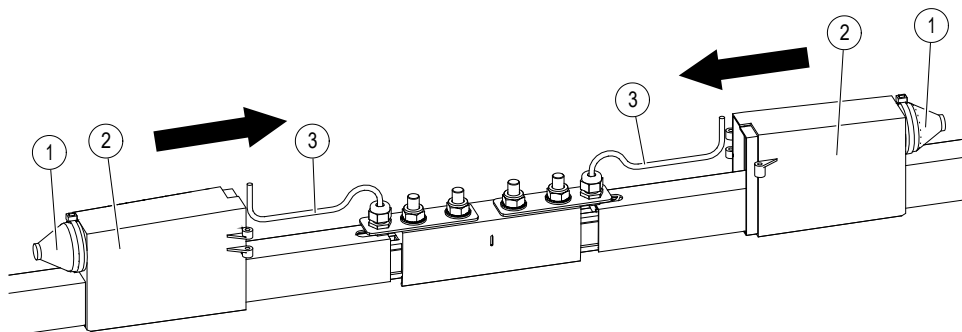
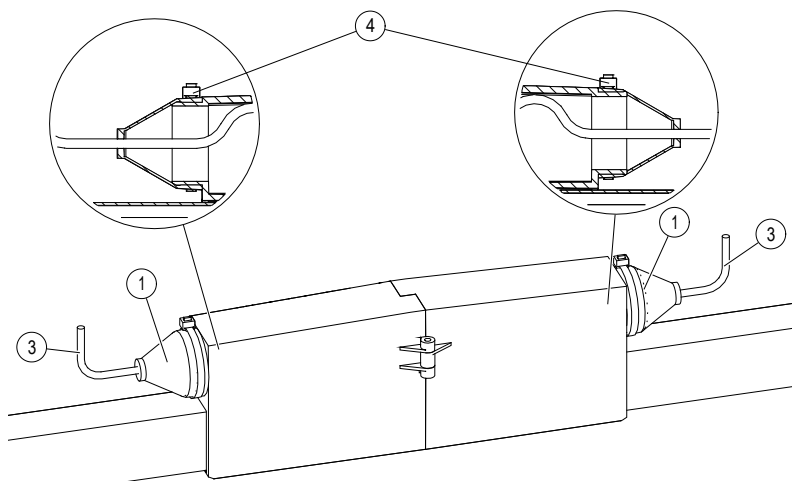

Abb. 45: Schieben Sie die Deckelhälften (2) zusammen
Abb. 46: Ziehen Sie die kalten Anschlussleitung (3) durch die Tülle (1)
→ Schneiden Sie die Tüllen (1) für die kalten Anschlussleitungen auf (3) (siehe Abb. 45).
→ Schieben Sie die Kappenhälften (2) zusammen und ziehen Sie die kalten Anschlussleitungen (3) durch die Tüllen (1) (siehe Abb. 45 und Abb. 46) und fixieren Sie sie mit den Kabelbindern (4).